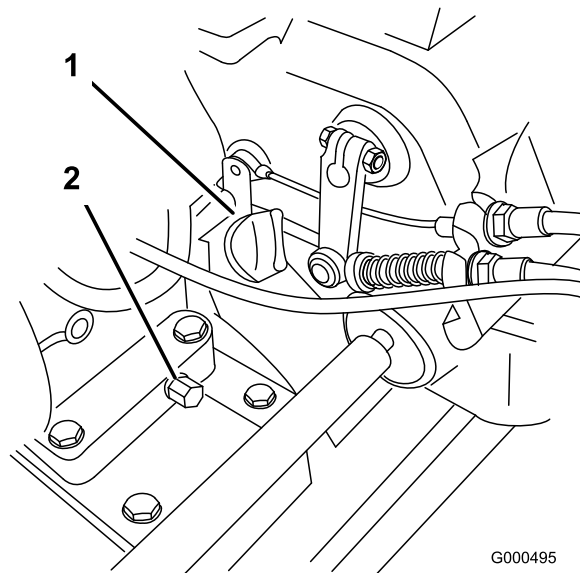

Figura 20
1. Posizionate il tosaerba in modo che il motore sia a livello, e pulite attorno al misuratore del livello dell'olio (Figura 20).
2. Collocate una bacinella sotto il tappo di spurgo, dietro la macchina (Figura 20). Togliete il tappo di spurgo.